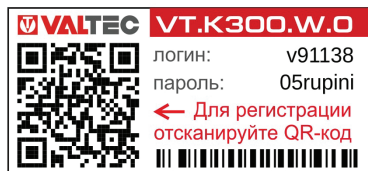

Рис. 16
10.2. Регистрация в системе Valtec «Heat Comfort». На тыльной стороне корпуса контроллера VT.K300.W.0 размещена наклейка с данными для регистрации в системе, содержащая индивидуальные логин и пароль для контроллера, а также QR-код для упрощенного доступа к загрузке мобильного приложения и ввода данных (рис. 16).